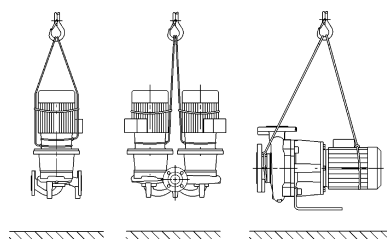

Fig. 7: Pumba transportimine
- Mootori transportaasade eesmärk on sealjuures üksnes juhtimine koorma pealevõtmisel (Fig. 7).